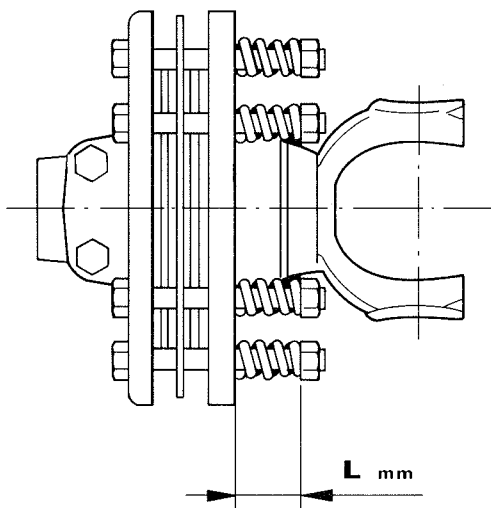

Fig. 57
- Skivslirkopplingens slirmoment omställs från 500 Nm till 300 Nm enligt nedanstående fig. 57 och i tabellen anvisade värden.